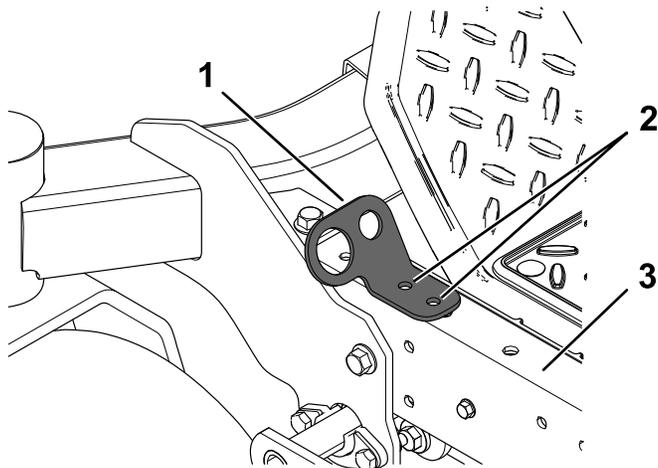

Figure 9
**Sur les machines équipées d'une suspension, percez les trous dans le longeron de cadre, vers l'avant (Figure 9).**